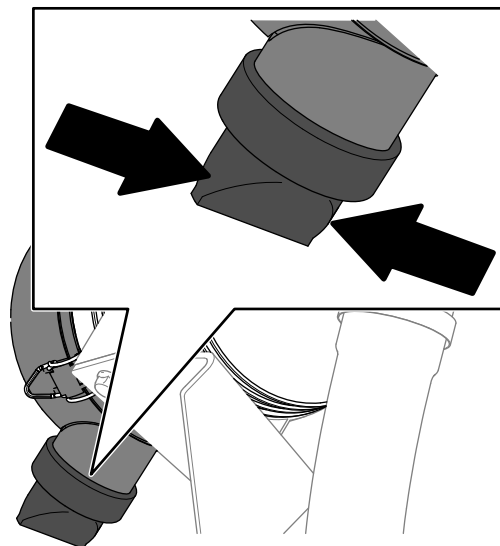

Figure 77
5. Pressez la valve d'éjection des poussières (Figure 77).